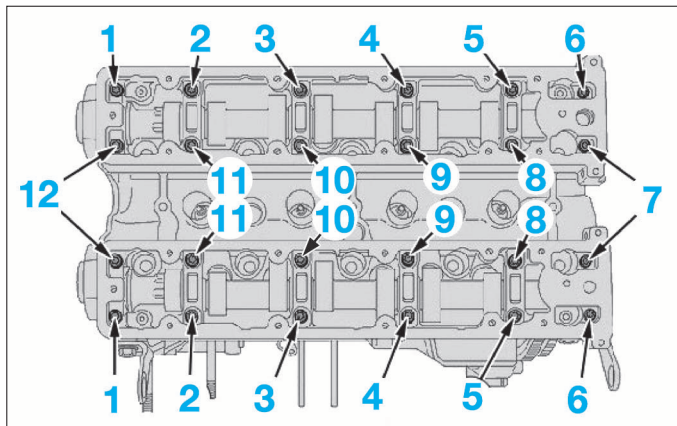

FIG. 56
- Serrer au couple prescrit et en respectant l'ordre de serrage (Fig.56).